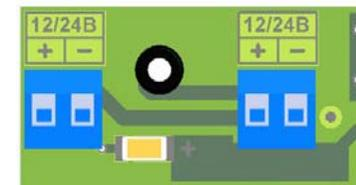

Рисунок 2
- 8.9 Проверить работоспособность оповещателя путем подачи напряжения питания 12 В (24 В) постоянного тока (в зависимости от модификации оповещателя) в соответствии с обозначениями на плате (рисунок 2 приложения).